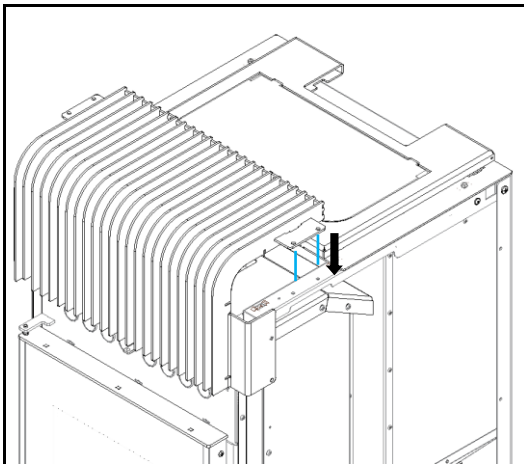

Figura 100 – Colocación de la rejilla frontal
b) Adjuntar la rejilla delantera haciendo coincidir los orificios de la rejilla con los orificios de los equipos (Figura 100).